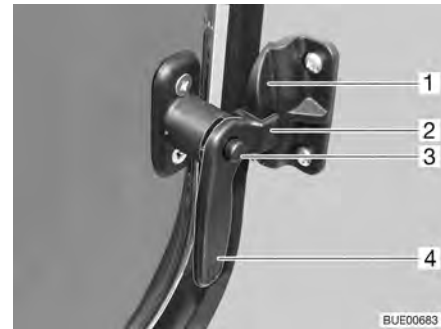

Fig. 30 Fenêtre dans la porte cellule sur la position "Aération permanente"
- Enfoncer le bouton de sûreté (Fig. 30,3) et le maintenir enfoncé.
- Tourner le levier de verrouillage (Fig. 30,4) vers le centre de la fenêtre.
- Remettre le levier de verrouillage en position initiale. Insérer alors la fourche (Fig. 30,2) du levier de verrouillage dans le verrouillage de fenêtre (Fig. 30,1).